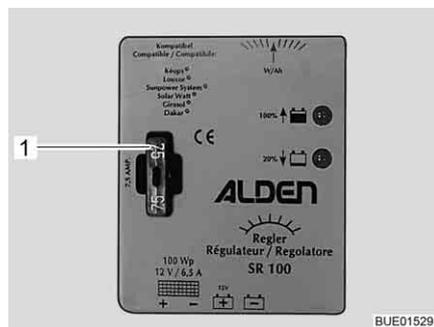

Fig. 117 Fusibile regolatore di carica del pannello solare 100 W
- Sostituire il fusibile piatto 5 A/marrone chiaro (Fig. 117,1).